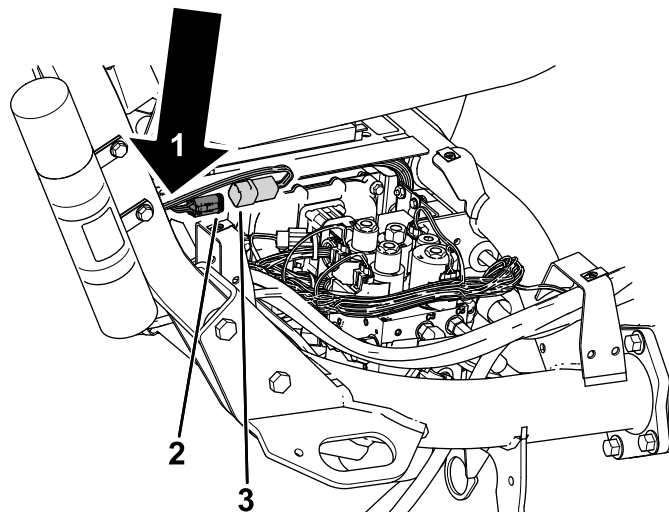

Figura 10
5. Enrute el arnés de cables hacia abajo por la barra antivuelco y conecte el conector del arnés de cables marcado P01 al conector del arnés de cables de la máquina marcado P49 (Figura 10).
6. Sujete el arnés de la telemática al arnés principal con una brida (Figura 10).